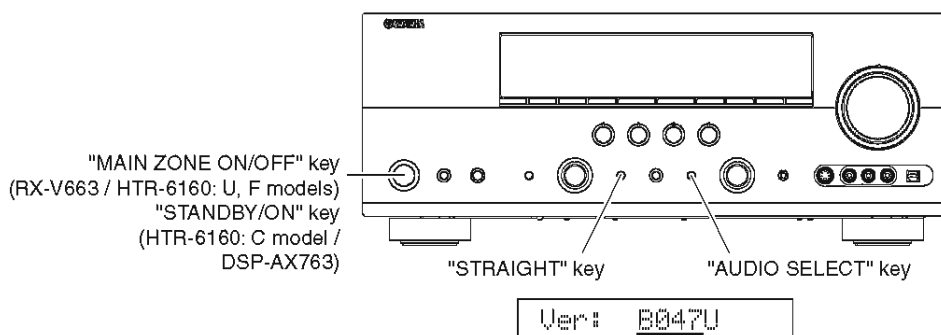

Fig. 5
- Press the "MAIN ZONE ON/OFF" (RX-V663 / HTR-6160: U, F models) / "STANDBY/ON" (HTR-6160: C model / DSP-AX763: B model) key while simultaneously pressing the "STRAIGHT" and "AUDIO SELECT" keys. (Fig. 5)
Confirm the displayed firmware version is the same as the written firmware version. (Fig. 5)
Confirm the displayed checksum is the same as the written firmware checksum. (Fig. 5)
- “STRAIGHT”キーと“AUDIO SELECT”キーを押しながら、“STANDBY/ON”キーを押し、ダイアグを起動します。(Fig. 5)
表示されたファームウェアのバージョンが書き込んだファームウェアのバージョンと同じであることを確認します。(Fig. 5)